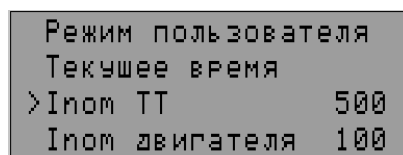

Рисунок 5.6 – Меню пользователя
- кнопками **ВВЕРХ** или **ВНИЗ** выбрать необходимый параметр (на рис. 5.6 выбран параметр “Inom TT” – номинальный ток ТТ);